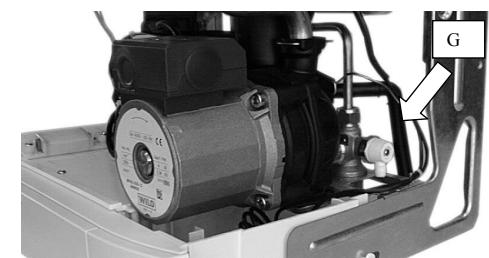

Fig. 5.4
- Connect the pipe G (Fig. 5.4) from the pressure relief valve to the safety discharge pipework.
- Присоедините трубку G (рис.5.4) к предохранительному клапану и системе слива.